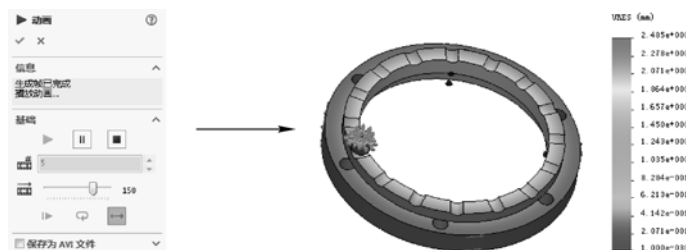

图 10-57 动画展示操作和位移动画效果
STEP 10 右键单击算例树中“结果”项下的“位移 1”项，在弹出的快捷菜单中选择“显示”菜单选项，显示位移效果，再右击“位移 1”项，在弹出的快捷菜单中选择“动画”菜单选项，以动画形式显示位移效果，如图 10-57 所示。